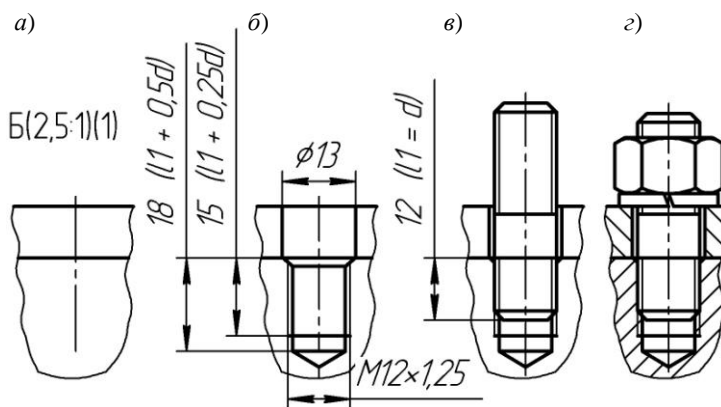

Рис. 4. Этапы разработки шпилечного соединения
3. В новом текущем виде (**Вид 3**) начертите контуры соединяемых деталей (рис. 4, а).
6. В правой части окна расположены списки для установки параметров отверстия. В списке параметров *Отображение* установите: *Вид* — **Спереди**, *Детализация* — **Стандартный**. В списке параметров (ключевых атрибутов) элемента (*Конструкция и размеры*) установите параметры отверстия, соответствующие параметрам шпильки (рис. 4, б, в). Чтобы перейти в режим редактирования типоразмеров и параметров, дважды щелкните левой кнопкой мыши на строке с параметром, который нужно изменить, или по заголовку списка. Способ ввода значений может быть разным: выбор из списка, прямой ввод при помощи клавиатуры или ввод с помощью замера параметра в документе “КОМПАС” (подробнее см. в справочной системе). Обратите внимание на обозначение отверстия: система сама назначила значение фаски в соответствии с шагом резьбы отверстия. Выберите закладку **Чертеж** для просмотра параметров отображения. После команды *Применить* появится фантом резьбового отверстия. Установите библиотечный элемент в чертеж.
9. После команды *Применить* появится фантом шпильки. Установите библиотечный элемент во фрагмент (см. рис. 4, в). После установки элемента появится диалоговое окно *Объект спецификации*, щелкните по кнопке *Отмена*. В следующем диалоговом окне откажитесь от простановки позиционной линии-выноски к объекту. После всех установок вновь появится фантом шпильки — система предлагает продолжить вставку элемента. Откажитесь от повторной вставки шпильки, нажав клавишу **Esc**, и закройте диалоговое окно **Библиотека Стандартные изделия**.
11. Отредактируйте, если необходимо, длину шпильки (рис. 4, з), вновь вызвав диалоговое окно задания параметров шпильки.